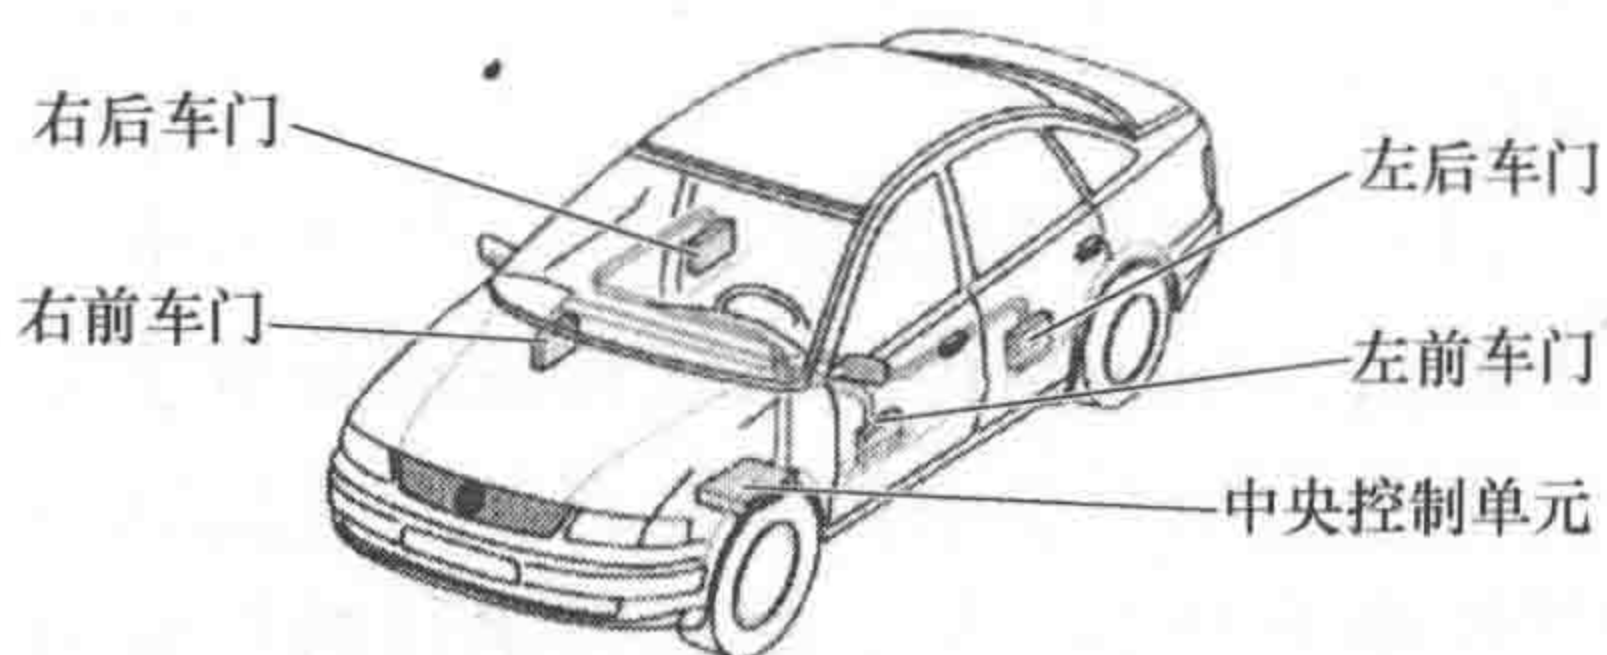

图 1-2 星形网结构
(1) 星形网 星形网是以中央控制单元为中心，中央控制单元与每台入网设备有 1 个物理连接链。其特点是结构简单，通信数据量较少，可以根据需要由中央控制单元安排网络访问优先权或时间。缺点是中央控制单元负载重，功能扩充困难，线路利用率低，当系统出现故障时容易影响中央控制单元。此类车载网络系统不可能成为整车网络的结构，一般作为一个部件或总成使用，如图 1-2 所示。